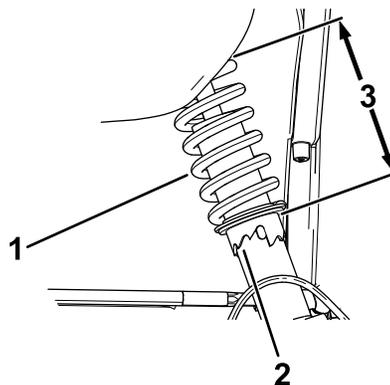

図 37
2. キャンバの調整が必要な場合には、スパナレンチでショックアブソーバのカラーを回してホイールを整列させる 図 37。